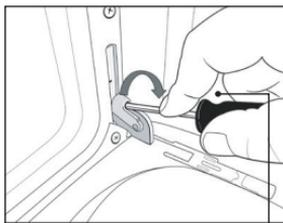
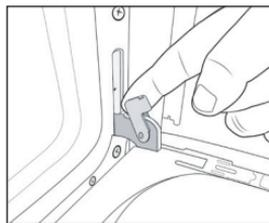

Fig. 24
Fig. 25
- Introduzca un atornillador pequeño (A) en el gancho y haga palanca hacia abajo ver fig 24. Luego hale el gancho totalmente hacia arriba ver fig.25 (realice este mismo procedimiento en el otro extremo de la puerta).